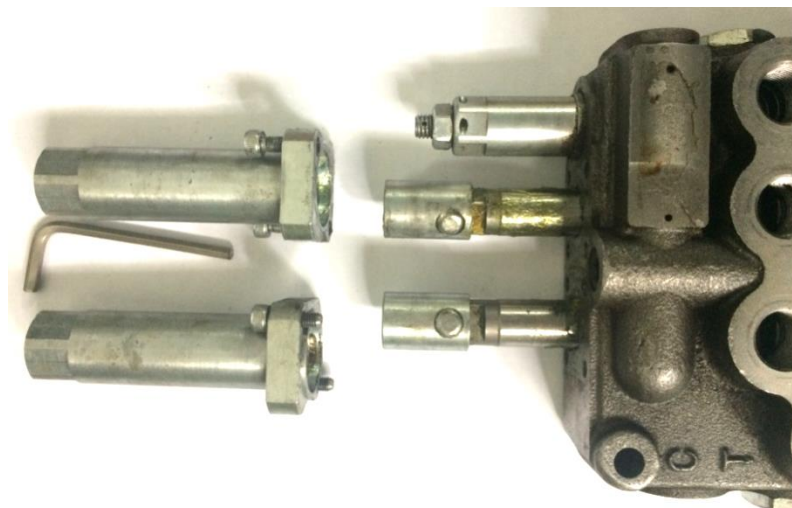

Рисунок 2.27
- открутить винты крепления стаканов гидрораспределителя; см. рис. 2.27;